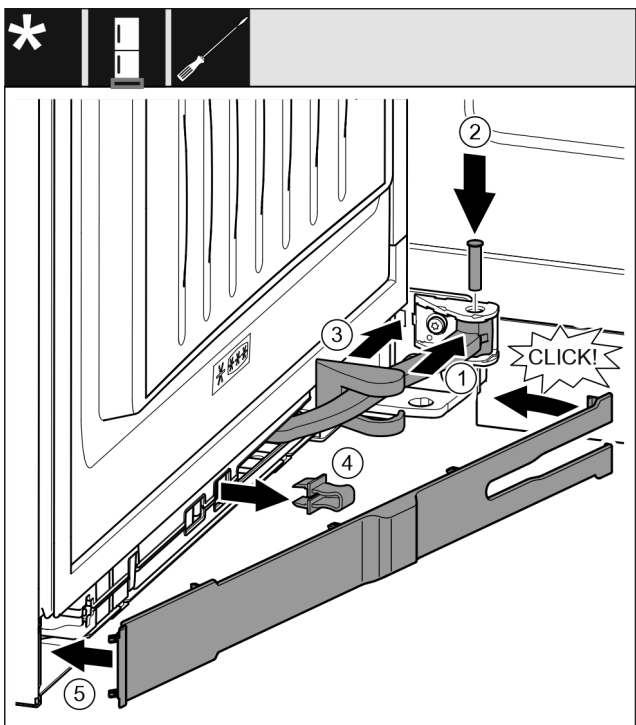

Fig. 47
- ▶ Okrenite zglob u ovjesu. Fig. 47 (1)
- ▶ Pomoću odvijača T15 stavite svornjak u ovjes i zglob. Pritom pazite da ispučenje za blokiranje ispravno dosjedne u utor. Fig. 47 (2)
- ▶ Pomaknite pokrov podloška ležaja uzduž zgloba i montirajte ga iznad ovjesa. Fig. 47 (3)
- ▶ Skinite osigurač. Fig. 47 (4)
- ▶ Postavite masku na strani prijanjanja i zakrenite ju prema unutra. Fig. 47 (5)